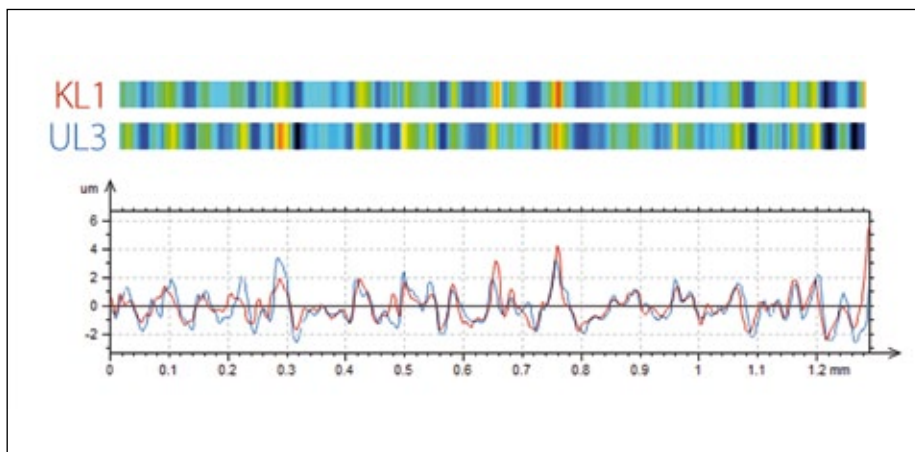

Abb. 3: Mittelwertprofile für zwei mutmaßlich übereinstimmende Riefenmuster. CCF_{max} beträgt 0,910, Prozentwert für D_s ist gleich 60,9.
Abbildung 3 zeigt die extrahierten Mittelwertprofile aus der vergleichenden Vermessung der Zug- und Feldabdrücke zweier Projektilen, die aus derselben Waffe abgeschossen wurden. Zwei Projektilen können zwar große Ähnlichkeit aufweisen, nicht jedoch absolut identisch sein. Aus diesem Grund bedarf es einer Methode zur Validierung des Ähnlichkeitsgrades zwischen zwei im Wesentlichen übereinstimmenden Riefenmustern.
- Die Cross-Correlation Function (CCF): Die entscheidende Kenngröße wird als CCF_{max} bezeichnet und entspricht im Fall von zwei identischen Profilen dem Wert 1 (Einheit). Für die beiden Profile in Abbildung 3 beträgt CCF_{max} 0,910.
R_q entspricht dem Rauigkeitswert der Differenz zwischen den beiden Mittelwertprofilen. Die Größe D_s bezeichnet die relative Abweichung des Differenzprofils vom bekannten Profil. Sind beide Profile völlig identisch, ist D_s gleich Null. Je größer die Abweichung, desto höher der D_s -Wert. Für die Mittelwertprofile in Abbildung 3 ergibt sich für D_s ein Prozentwert von 60,9.